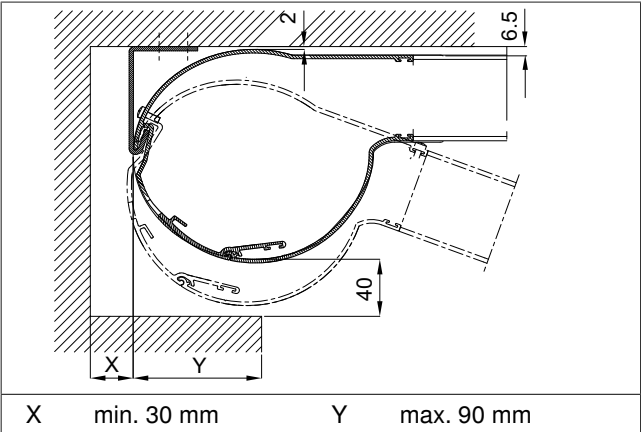
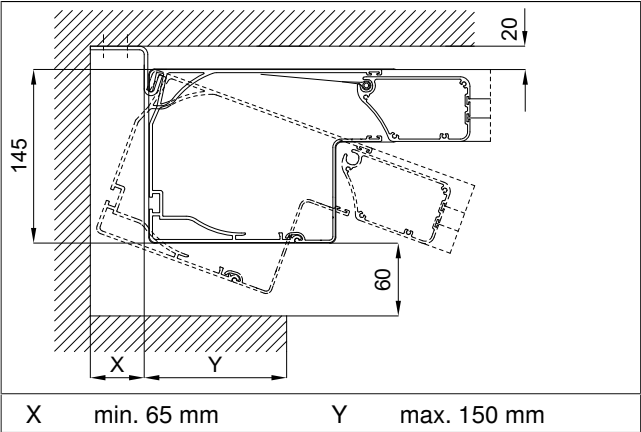

Abb. 7: Platzbedarf bei Schachtmontage Wintergarten-Markise Climara W10 runde Blende (alle Maßangaben in mm)
Abb. 8: Platzbedarf bei Schachtmontage Wintergarten-Markise Climara W10 eckige Blende (alle Maßangaben in mm)
- Mindestabstände für Deckenträger beachten (Abb. 7 oder Abb. 8)!